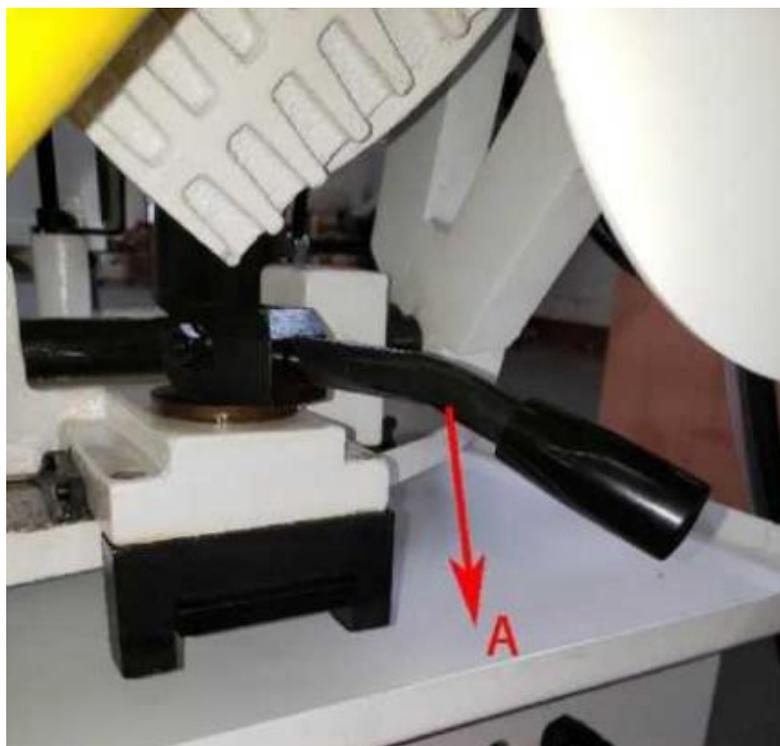

Рис. 19
1. Активируйте механизм разблокировки: Нажмите на рычаг разблокировки (А), показанный на Рис. 19.